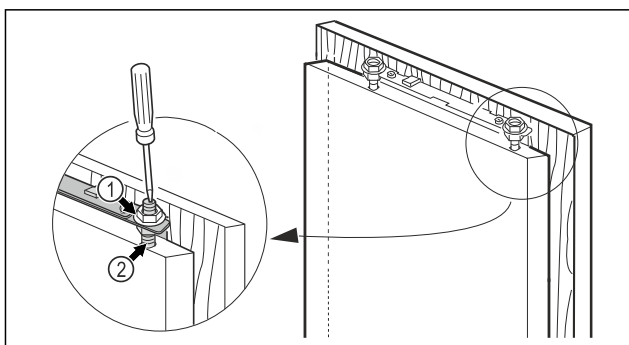

Fig. 47
- ▶ Kontermuttern Fig. 47 (1) mit dem einem Sechskantschlüssel 13 festziehen, dabei Justagebolzen Fig. 47 (2) mit einem Schraubendreher gegenhalten.